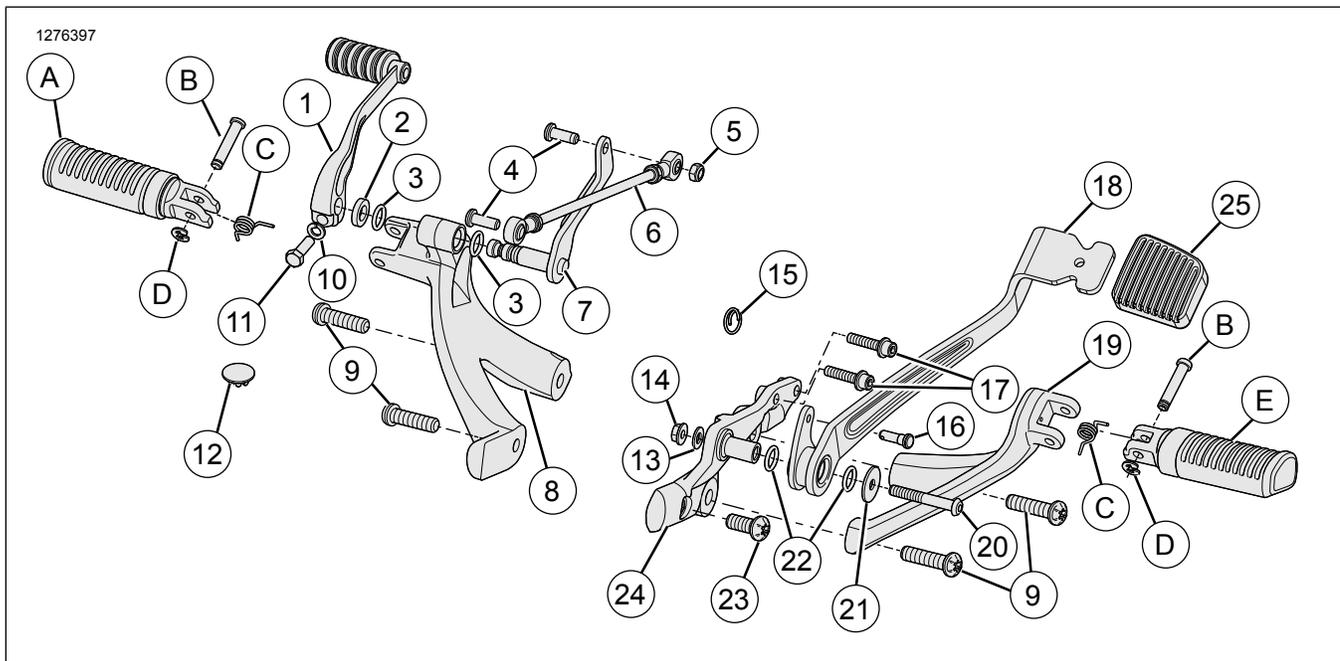

Figure 11. Pièces de rechange : Kit Commande avancées - Chrome
1. Voir Figure 11. Choisissez un assemblage de support de pédale de frein et une vis (23) du kit.
- a. Voir Figure 11. Choisissez un support de pied droit avec des vis (9) dans le kit.